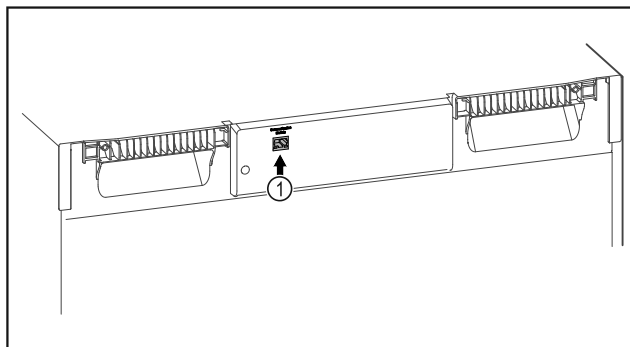

Fig. 93
- Założono SmartModule Fig. 93 (1).